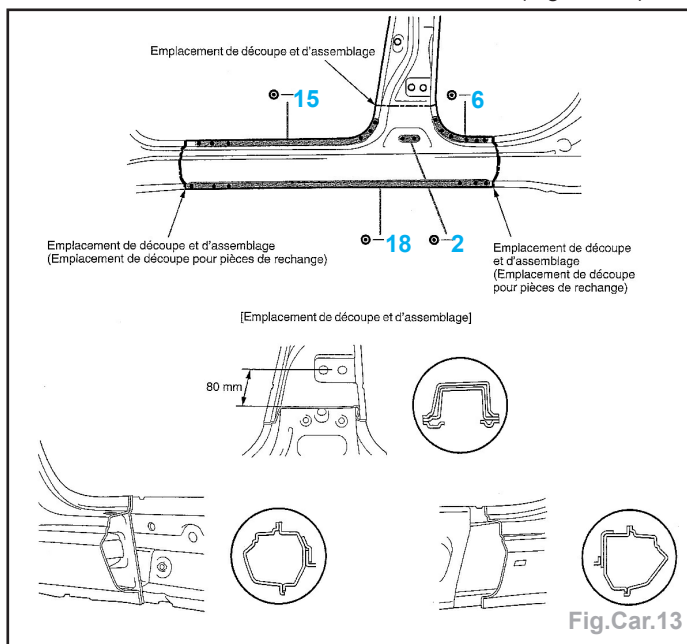

Fig.Car.13
- Tracer puis découper le pied milieu et le bas de caisse à l'aide d'une meule assiette ou d'une scie alternative (Fig.Car.13)